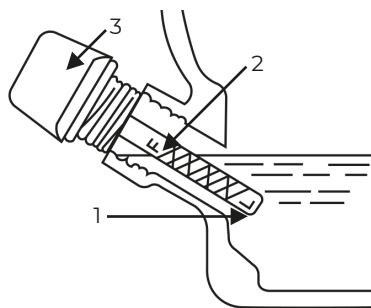

рис. 3
- Используя для удобства воронку, залейте моторное масло. Рекомендуемый тип масла 10W-30 (рис. 3).